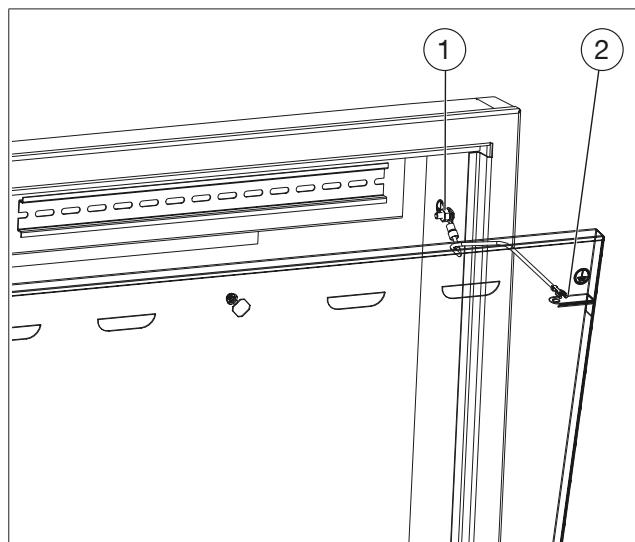

Abb. 8: Erdung der Tür
1. Verbinden Sie den zentralen Erdungspunkt (siehe Abb. 8 auf Seite 10 (1)) über ein Kabel mit der Potentialausgleichsschiene des Gebäudes.
i Der zentrale Erdungspunkt befindet sich an der rechten Seitenwand des Aufputzschränkes (siehe Abb. 8 auf Seite 10).
2. Verbinden Sie ebenfalls den Erdungspunkt der Tür (siehe Abb. 8 auf Seite 10 (2)) mit dem zentralen Erdungspunkt (1).